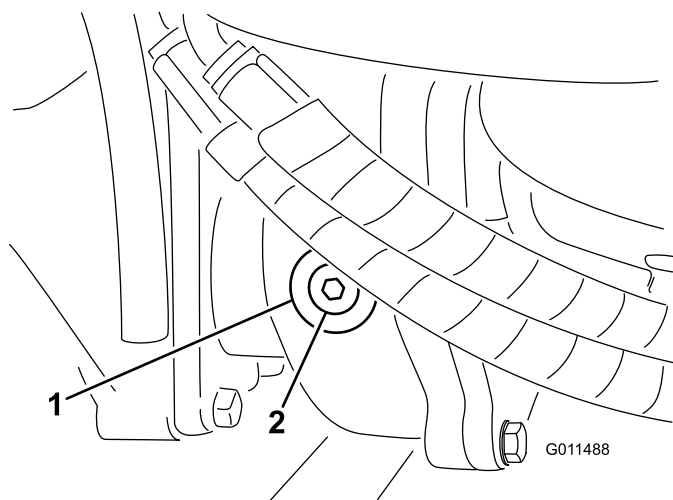

Figura 16
2. Togliete il tappo di controllo/riempimento dal lato sinistro del riduttore (Figura 16) e verificate che il lubrificante raggiunga la base del foro. Se il livello è